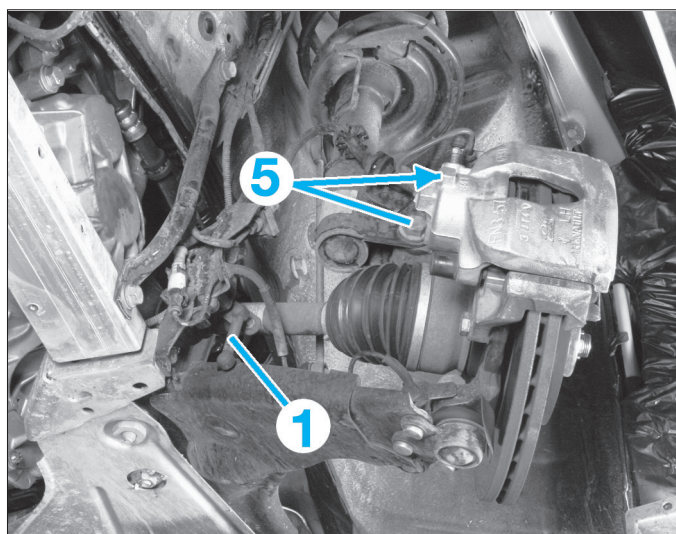

FIG. 1
- côté gauche, la biellette (1) de capteur d'assiette si le véhicule est équipé des projecteurs au xénon (fig. 1).
- Débrancher le capteur de vitesse de roue (2) et dégager son faisceau.
- À l'aide d'un outil approprié, immobiliser en rotation le moyeu puis déposer l'écrou de transmission (3).